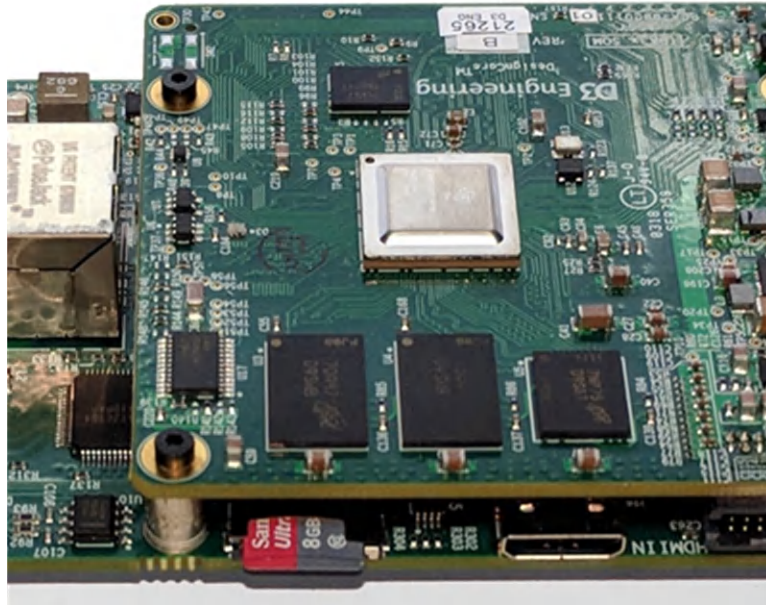

图 3-2. 插入 TDA3x 系统的 Micro SD 卡
2. 该系统包含一个 Micro SD 卡插槽，如图 3-2 所示。